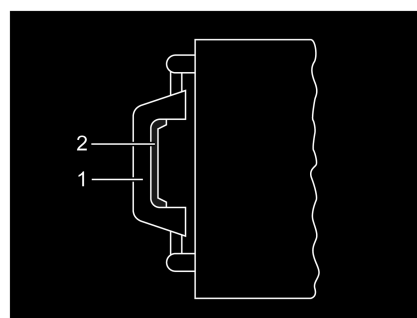

Fig. 61 Claraboya, tirador
- Presionar el cierre de resorte (Fig. 61,2) hacia el lado interior de la claraboya. Presionar simultáneamente hacia arriba la claraboya con el tirador (Fig. 61,1).
- Tirar la claraboya enérgicamente hacia abajo por los dos tiradores (Fig. 61,1), hasta que los dos cierres a presión engatillen.